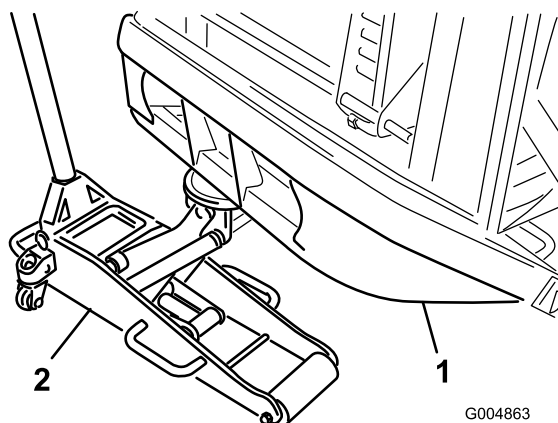

Figure 32
- Placez une chandelle sous chaque moteur de roue et un cric sous le pare-chocs arrière (Figure 32), ou utilisez un palan aérien.